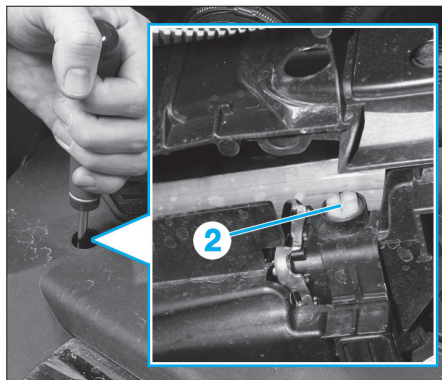

Fig. 20
- Ouvrir la vis de purge (2) (Fig.20).